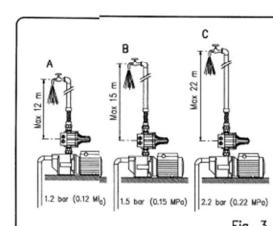

Fig. 3
La colonne d'eau entre le dispositif et l'appareil le plus haut ne doit pas dépasser 12 m et la pression maximum générée par la pompe ne doit pas être inférieure à 2 bar (0,2 Mpa) (Fig. 3/A).
La colonne d'eau entre le dispositif et l'appareil le plus haut ne doit pas dépasser 15 m et la pression maximum générée par la pompe ne doit pas être inférieure à 2,3 bar (0,23 Mpa) (Fig. 3/B).
La colonne d'eau entre le dispositif et l'appareil le plus haut ne doit pas dépasser 22 m et la pression maximum générée par la pompe ne doit pas être inférieure à 3 bar (0,3 Mpa) (Fig. 3/C).
**Startdruk 1,2 bar (0,12 Mpa):** De waterkolom tussen het toestel en de hoogste gebruiker mag niet hoger zijn dan 12 meter, en de maximaal door de pomp opgebrachte druk mag niet minder zijn dan 2 bar (0,2 Mpa) (fig. 3/A).
**Startdruk 1,5 bar (0,15 Mpa):** De waterkolom tussen het toestel en de hoogste gebruiker mag niet hoger zijn dan 15 meter, en de maximaal door de pomp opgebrachte druk mag niet minder zijn dan 2,3 bar (0,23 Mpa) (fig. 3/B).
**Startdruk van 2,2 bar (0,22 Mpa):** De waterkolom tussen het toestel en de hoogste gebruiker mag niet hoger zijn dan 22 meter, en de maximaal door de pomp opgebrachte druk mag niet minder zijn dan 3 bar (0,3 Mpa) (fig. 3/C).